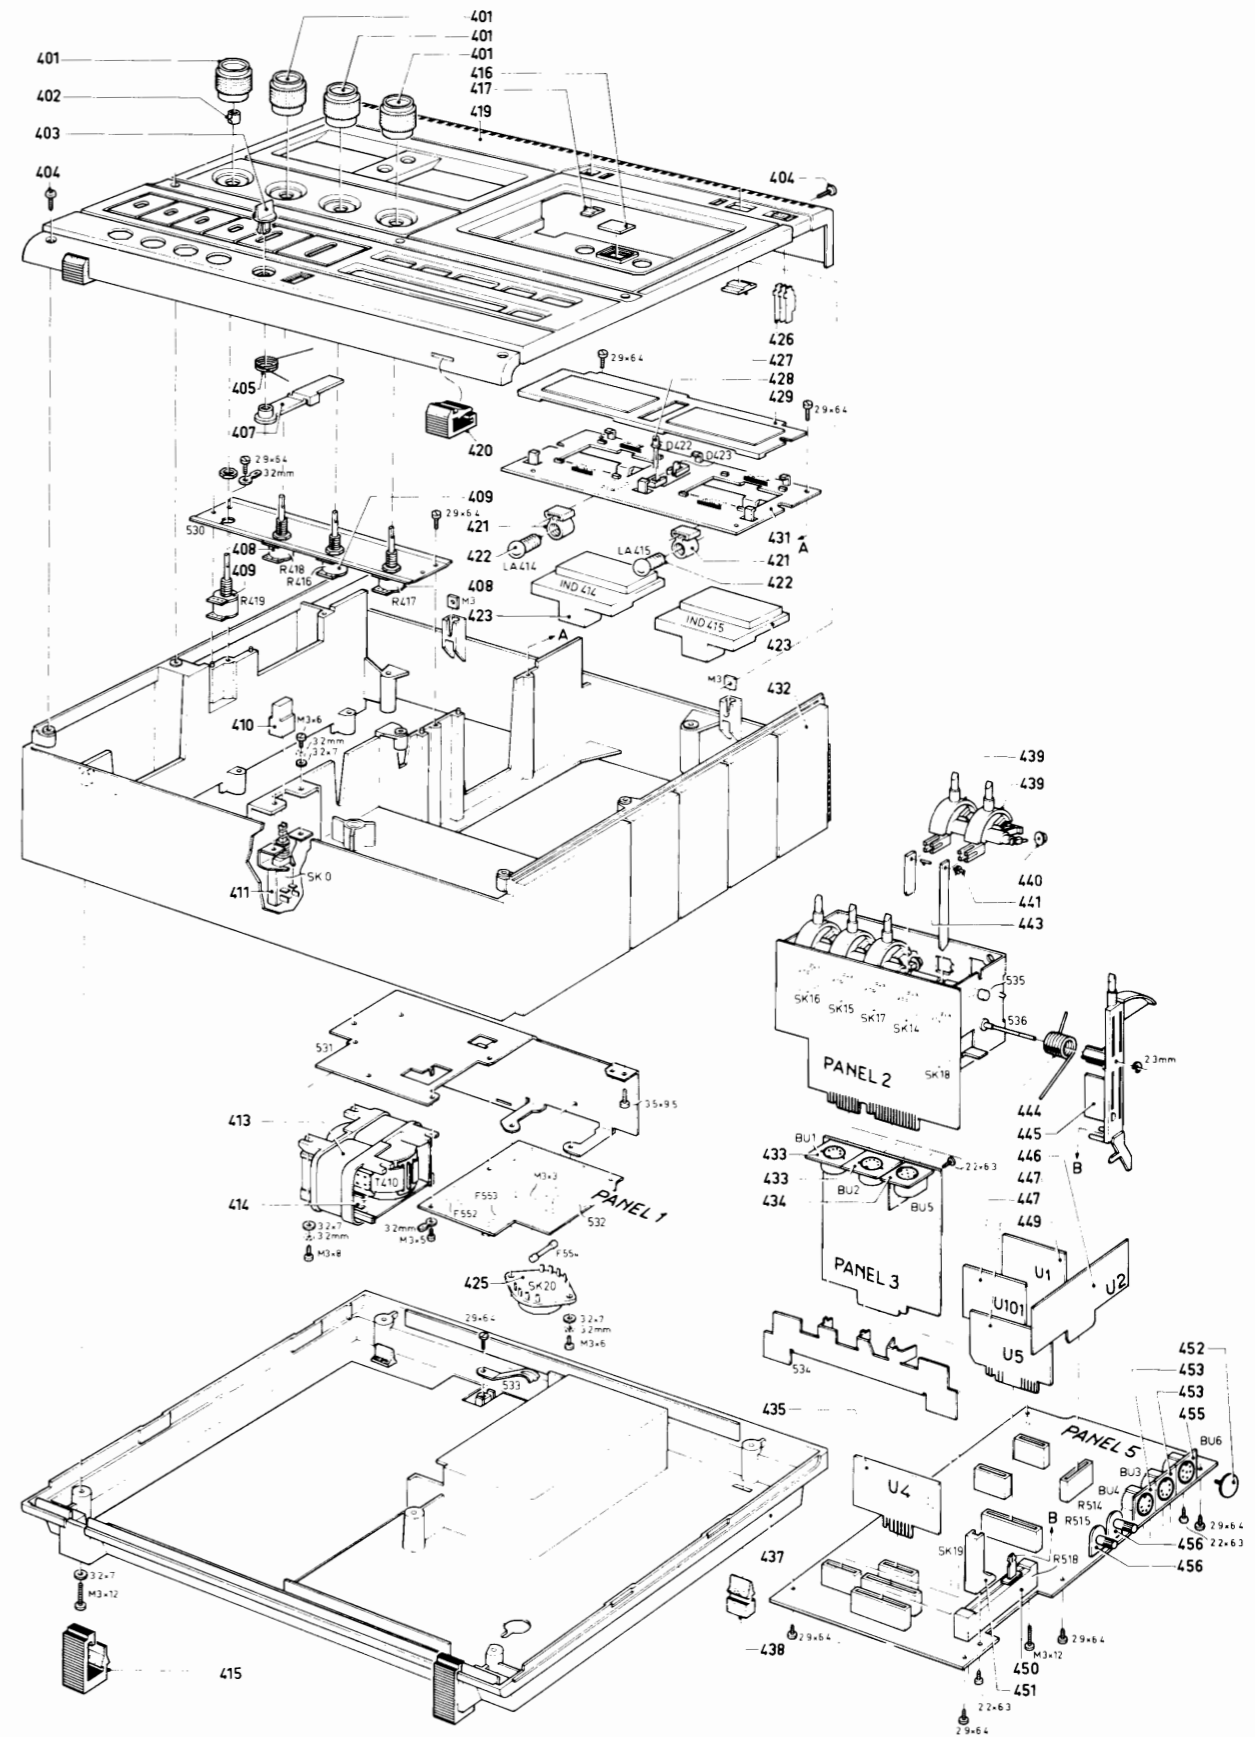

Fig. 7
a. Verwijderen van afdekplaat 419 (Fig. 7)
c. Verwijderen van de schakelaarhefbomen 439 (Fig. 7)